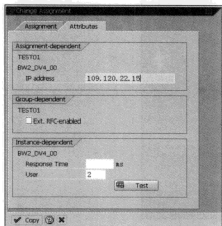

图 13-41 设置访问IP地址
STEP 3 选择“Attributes”页，如图13-41所示。输入对应的登录组访问IP地址，然后单击“ Copy”按钮，即可完成新组的创建。